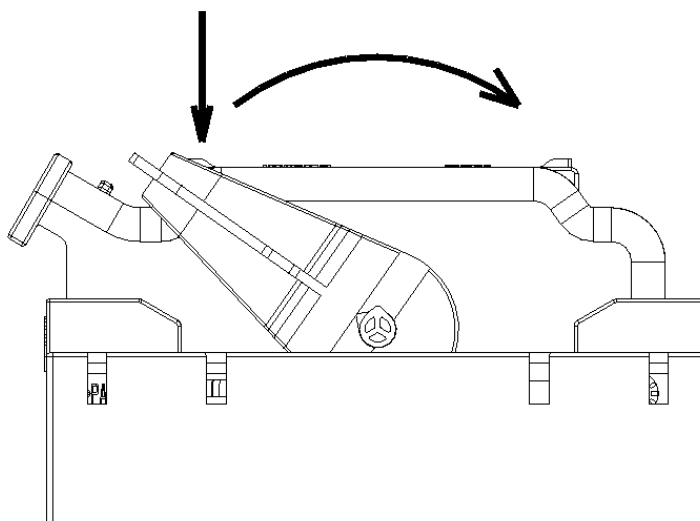

Figure 8
- Ouvrir les étriers avec le levier d'aide à l'accouplement après déverrouillage du levier. Pour déverrouiller le levier, appuyer sur la patte de clipsage du capot, puis tourner le levier (voir Figure 8).